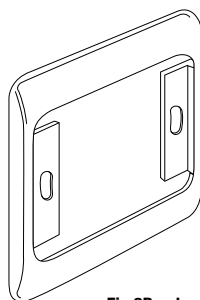

Fig.2B : plaque de recouvrement
- Encliquez la plaque de recouvrement sur le châssis (fig.2B).
- Encliquez le châssis de l'émetteur sur la plaque de recouvrement (fig.2B).